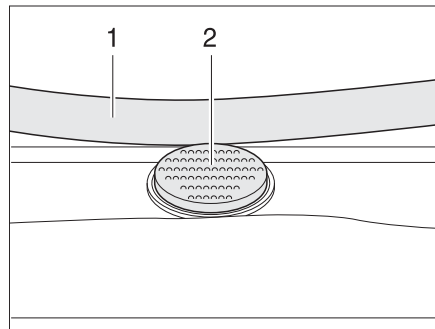

Fig. 83 Botón de seguridad en la claraboya Heki
- Pulsar el botón de seguridad (Fig. 83,2) y tirar la horquilla (Fig. 83,1) hacia abajo con ambas manos.
- Presionar el estribo hacia arriba con ambas manos hasta que la horquilla se encuentre encima del botón de seguridad (Fig. 83,2).